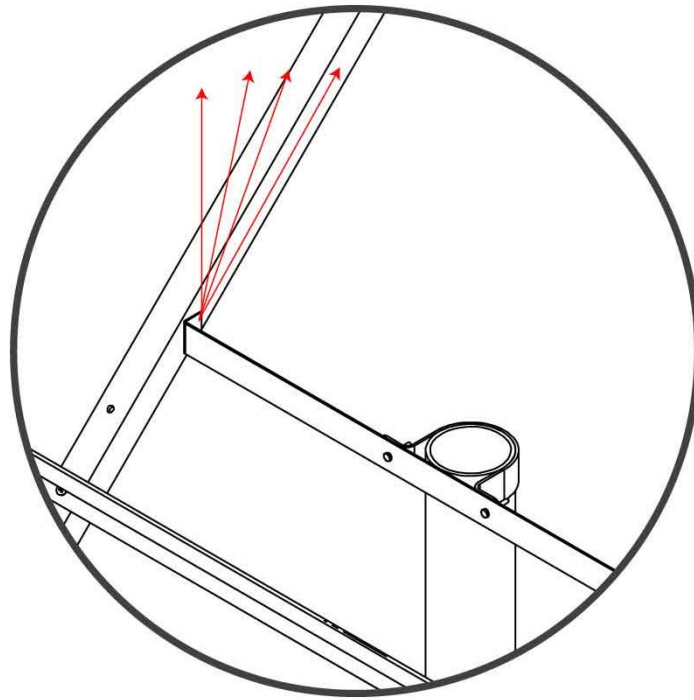

Imagen 5 – instalación del sistema.
- la inclinación de los paneles será dada según la latitud de donde será instalado el panel. Dicha inclinación se obtendrá mediante la instalación del perfil planchuela con el perfil ángulo (ver imagen 5).